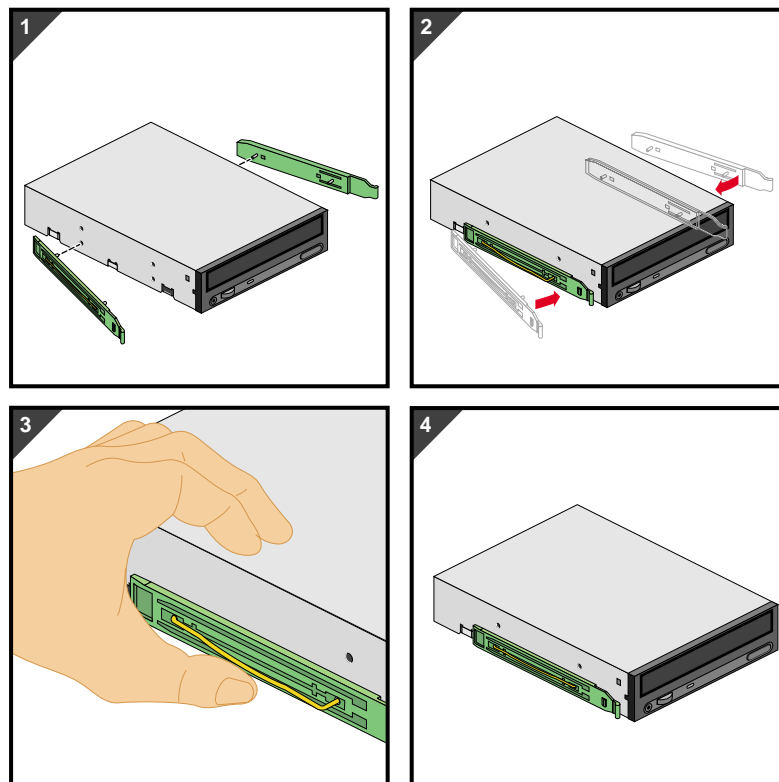

Figura 2-8 Montaje de rieles de unidades de 5,25 pulgadas
3. Para montar un riel en la unidad, coloque un extremo de la presilla de fijación en el orificio correspondiente de la unidad. Presione con suavidad sobre el centro del riel hasta que el otro extremo de la presilla encaje a presión en su orificio. En la Figura 2-8 se muestra el procedimiento.